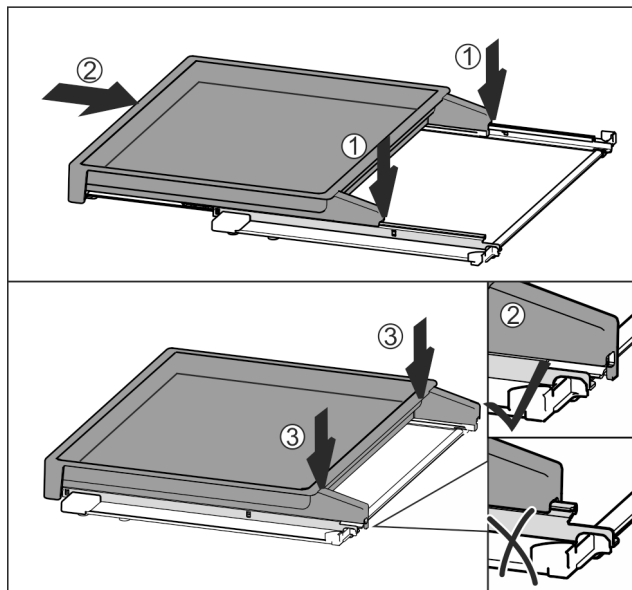

Fig. 155
- Stavite ga na sredinu vodilica Fig. 155 (1).
- Izvlačni pretinac pogurnite do kraja Fig. 155 (2).
- Pritisnite ga na stražnjoj strani tako da se čujno uglati Fig. 155 (3).